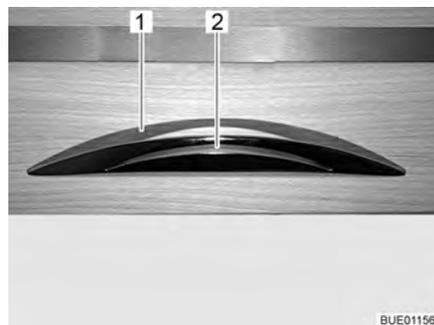

Fig. 43 Trampa de muebles con tirador de desbloqueo
- Presionar el tirador de desbloqueo (Fig. 43,2) y mantenerlo presionado.
- Tirar del tirador de desbloqueo (Fig. 43,1) hasta que la trampa de muebles esté abierta.